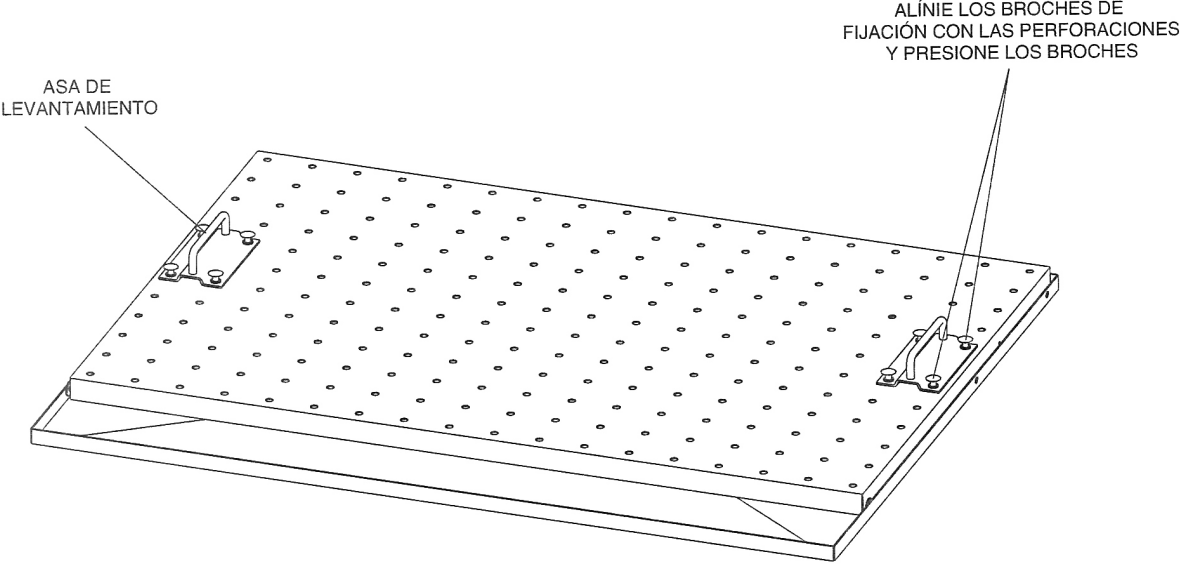

Figura 1-12. Instalación de asas al panel.
- Para ayudar a levantar e inclinar los paneles, se han proporcionado asas con el equipo didáctico. Para ajustar una asa a un panel, alinee el broche de fijación con las perforaciones del panel, después firmemente presione en los fijadores, como se muestra en la Figura 1-12.